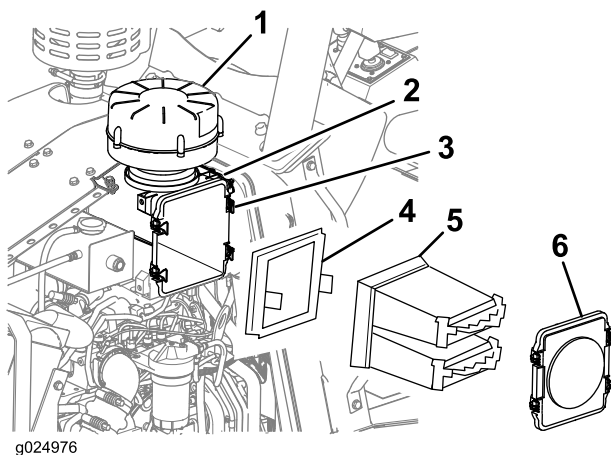

Figura 70
2. Desenganche los 4 enganches que sujetan la tapa del limpiador de aire y retire la tapa (Figura 70).
3. Retire los elementos primario y secundario del limpiador de aire de la carcasa del limpiador de aire (Figura 70).
4. Use un paño limpio y húmedo para limpiar el interior de la carcasa del limpiador (Figura 70).
10. Sujete la tapa del limpiador de aire a la carcasa del limpiador de aire con los cuatro cierres de la carcasa (Figura 70).